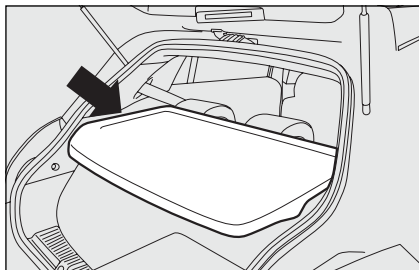
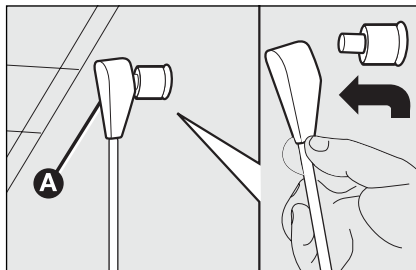

fig. 90
fig. 91
- maak voor het verwijderen van de hoedenplank (achterste deel) **fig. 90** de uiteinden **A-fig. 91** los van de twee trekkoorden, door de ogen uit de pennen te verwijderen en ze in de richting van de pijl te duwen;